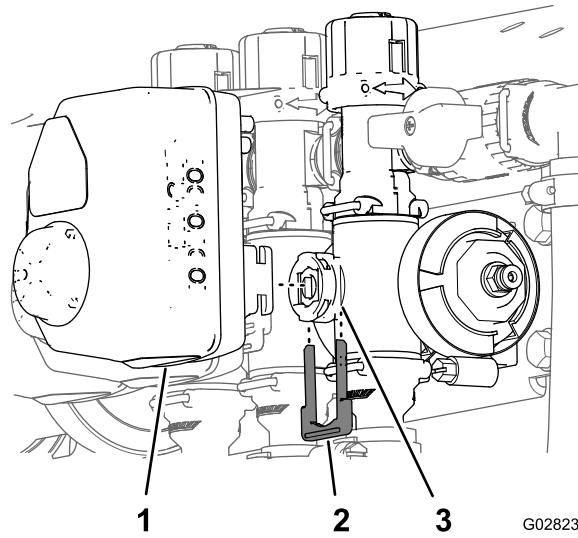

Figure 3
- Retirez l'étrier qui fixe l'actionneur à la soupape du collecteur pour la vanne de section ou la vanne d'agitation (Figure 3).